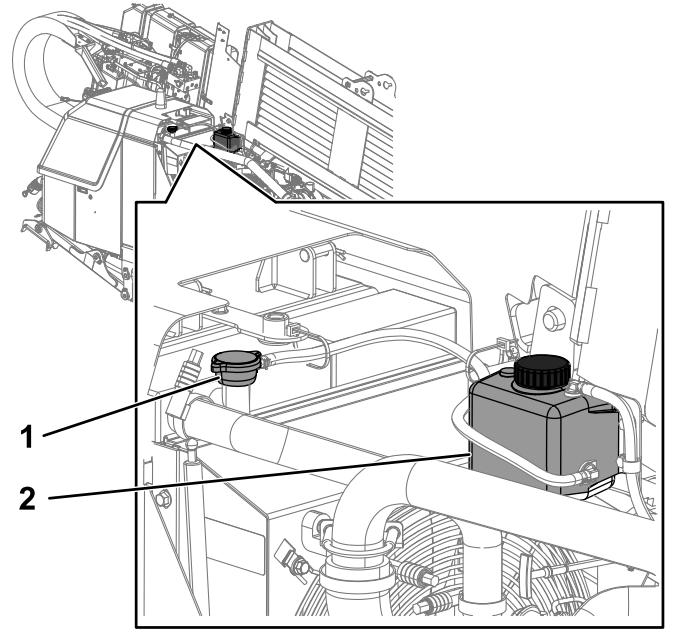

Рисунок 105
4. Снимите крышку с горловины заливного отверстия радиатора и проверьте уровень охлаждающей жидкости (Рисунок 104 и Рисунок 105).
5. Если уровень охлаждающей жидкости низкий, добавьте охлаждающую жидкость до низа заливной горловины (Рисунок 105).
6. Установите на место крышку заливной горловины радиатора и убедитесь, что она надежно уплотнена (Рисунок 105).
4. Снимите крышку радиатора (Рисунок 105).
2. Снимите крышку радиатора (Рисунок 105).
4. Установите крышку радиатора (Рисунок 105).